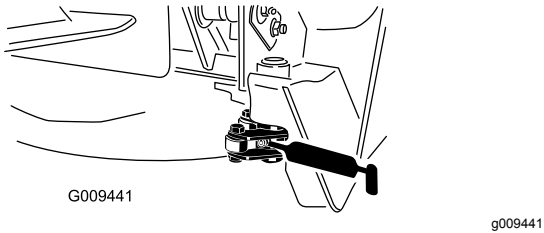

**Bild 78**
**Hinweis:** Sie müssen ggf. die Riegel manuell auslösen, um die Schmiernippel zugänglich zu machen (Bild 78). Verwenden Sie zum Schließen oder Öffnen des Riegels eine Brechstange.